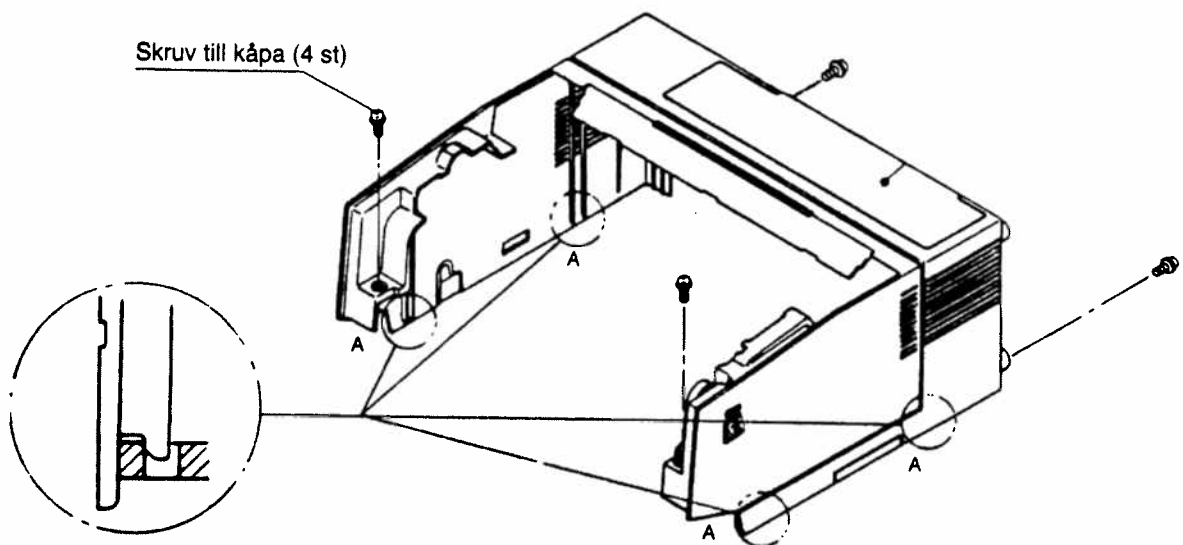

Bild 11. Ditsättning av kåpa
- Hakarna på kåpans insida måste passas in i chassits urtag. Se bild 11.